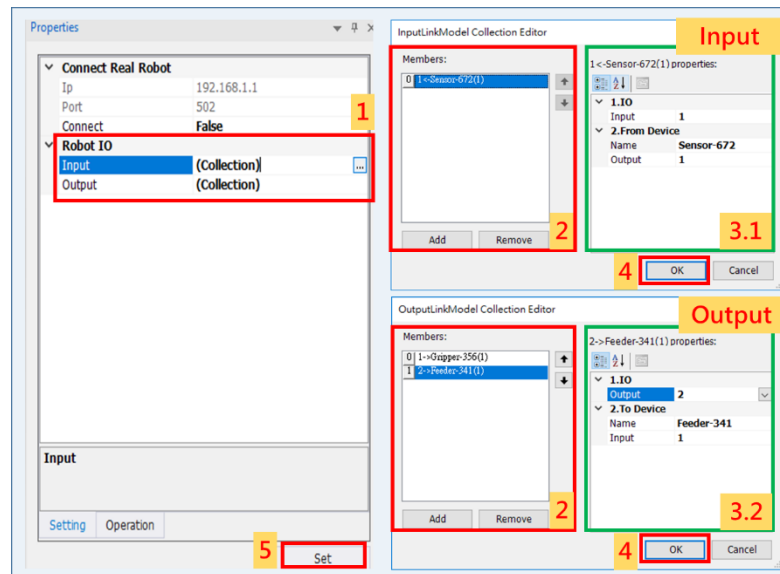
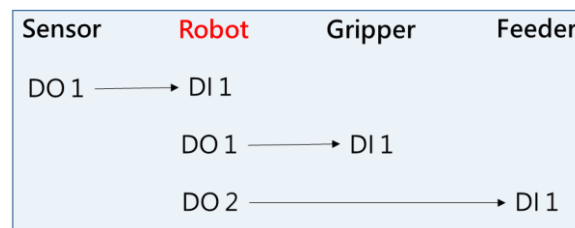

Figure 57. I/O 連接屬性設定
Figure 58. Robot I/O 設定
(3) Gripper、Feeder 與 Robot 的連線關係，如 Figure 57 所示；連結設定，如 Figure 58 所示